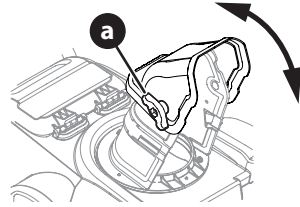

Figura 14
1. Afloje la tuerca de aletas (a) (Figura 14).